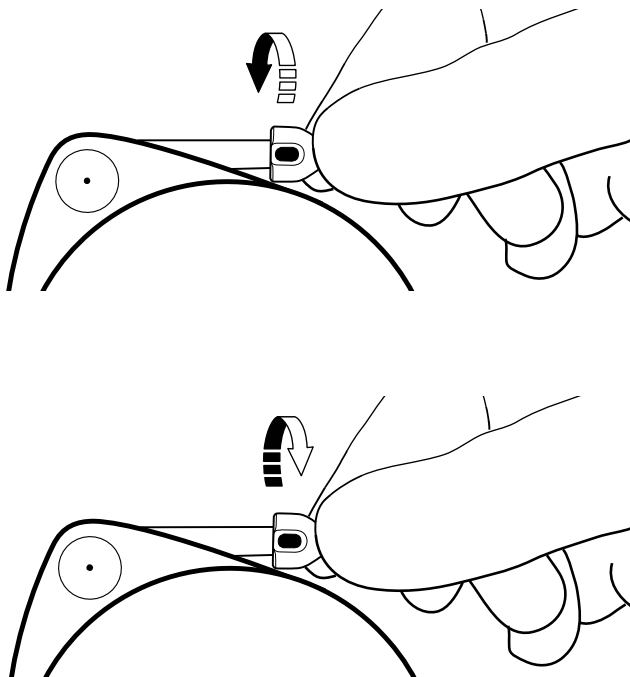

Figura 21. Rotazione del connettore per il controllo del fissaggio alla pompa.
- c. Ruotare il connettore della pompa privo di suture di almeno 90° a destra e a sinistra (Figura 21).